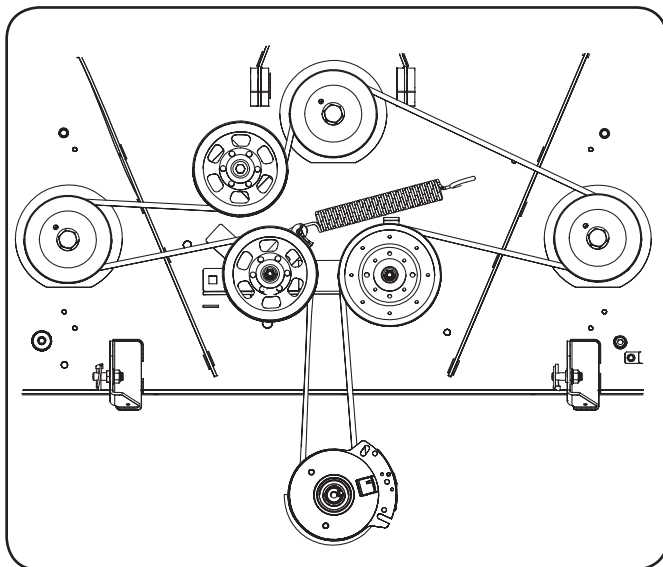

Figure 7-9
6. Placez la courroie autour des poulies de tension retirées à l'étape 3 avec le côté en « V » vers le bas. Après avoir installé la courroie, remplacez la quincaillerie et serrez l'écrou autobloquant afin de fixer l'assemblage. Voir Figure 7-9.
7. Placez la courroie comme indiqué à la Figure 7-9, puis réinstallez le plateau de coupe (voir la section *Installation du plateau de coupe* à la page précédente).